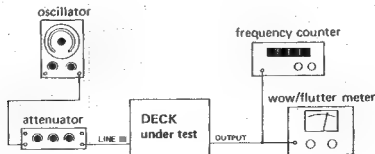

Fig. 4-11 Connection for tapespeed, wow and flutter
1. Connect a frequency counter to the deck as shown in Fig. 4-11.
1. Fig.4-11のように周波数カウンタをデッキに接続する。
1. Connect a wow and flutter meter to the deck as shown in Fig. 4-11.
1. Fig. 4-11 のようにワウ・フラッタ・メータをデッキに接続する。